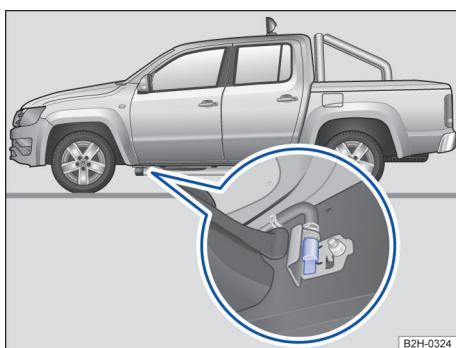

Fig. 139 Na parte inferior do veículo, na longarina: bujão de drenagem do filtro de óleo diesel (dependendo da versão).
Dependendo da versão, o próprio usuário pode realizar a drenagem do filtro de óleo diesel. Para isso, é necessário que o veículo tenha um bujão de drenagem instalado → Fig. 139.
- Colocar o recipiente centralizado debaixo do bujão de drenagem → Fig. 139.